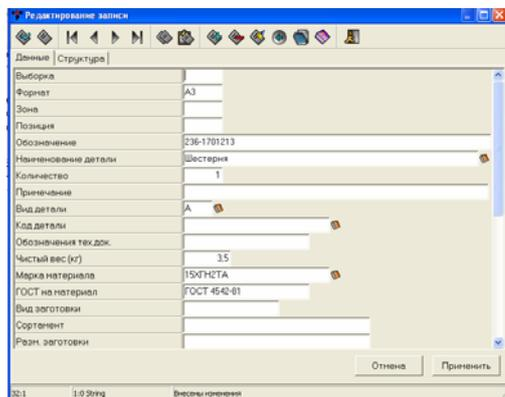

Рисунок 3 – Заполнение данных
2. Предварительно заполним учетную конструкторскую информацию в виде спецификации. Переходим в пункт Спецификация, нажав для этого соответствующую кнопку на дереве управления КТС. Переходим в пункт «Детали» на дереве управления КТС. Заполняем необходимые поля (рисунок 3), при этом можно воспользоваться справочником.